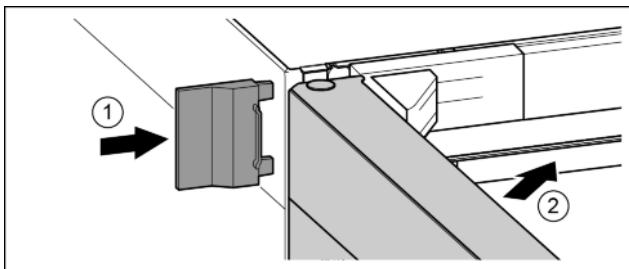

Fig. 25
- Nataknite vanjski pokrov. Fig. 25 (1)
- Zatvorite gornja vrata. Fig. 25 (2)